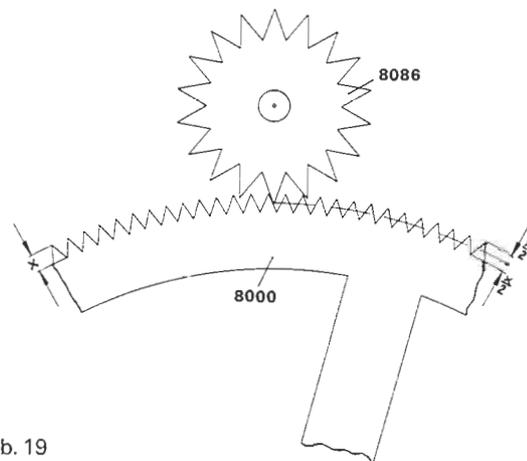

Abb. 19
- Die Eingriffstiefe Schwingtrieb 8086 – Chrono-Zentrumrad 8000 einstellen, siehe Abb. 19.